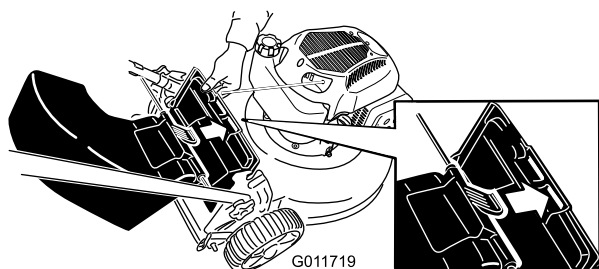

Рисунок 15
3. Вставьте выступ на заднем отражателе выброса в правую прорезь на заднем отражателе (Рисунок 15).